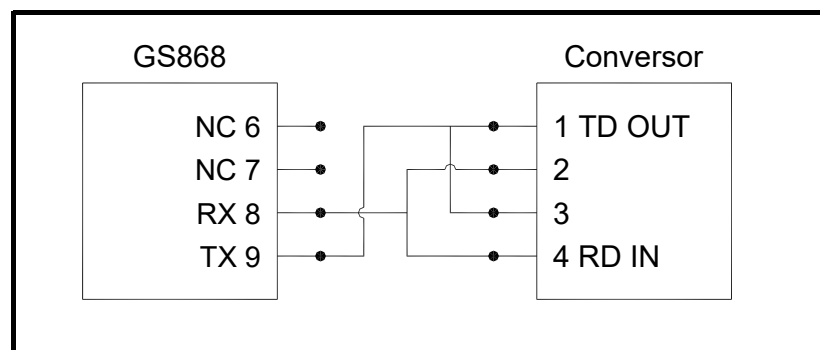

Figura 1-4: Conexões RS485 típicas
3. Passe uma ponta do cabo pelo orifício do conduíte, conecte-a ao bloco terminal J1 e prenda-a com a presilha de cabo. Conecte a outra ponta do cabo ao conversor, como mostra a Figura 1-4 a seguir.